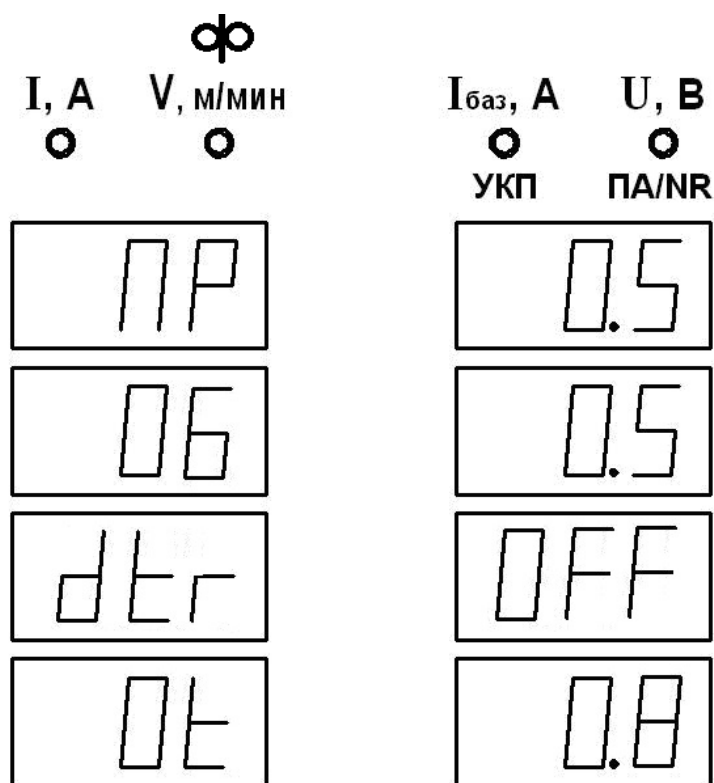

Рисунок 3 – Варианты индикации вспомогательных параметров (t_{пр}, t_{об}, d_{tr}, t_{отк}) при d_{tr} = OFF
В режиме ожидания при длительном удержании левого энкодера (4) более трех секунд в нажатом состоянии осуществляется переход к настройкам вспомогательных параметров: времени продува (tпр) с диапазоном регулирования от 0 до 1 с, времени обдува (тоб) с диапазоном регулирования от 0 до 1 с, диаметра сварочной проволоки (dtr) со значениями OFF; 0,6; 0,8; 1,0; 1,2; 1,6; 3,2 и времени отключения источника (totк) с диапазоном регулирования от 0 до 1 с. При этом на левом средстве контроля (3) отображается наименование параметра, на правом – его регулируемое значение, светодиоды «I» и «V» - не горят (рисунок 3). Установка значения параметра производится вращением правого энкодера (10). Переход к следующему параметру осуществляется нажатием на левый энкодер (4). Если в течение десяти секунд не производится изменение вспомогательных параметров, то индикация возвращается к отображению основных параметров. Время отключения источника (totк) отображается только тогда, когда параметр dtr выставлен в положение OFF.